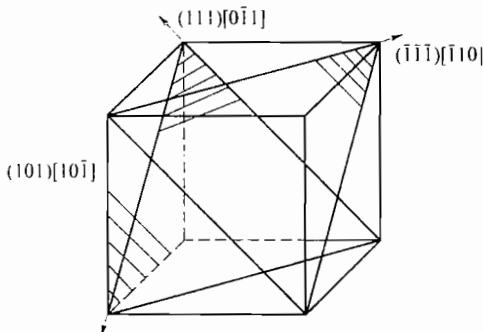

图 22-6 第四题第 1 小题解答图
(1) 如图 22-6 所示，可作滑移面的为 $(\bar{1}\bar{1}\bar{1})$ 和 (111) ，滑移方向为 $[1\bar{1}0]$ 和 $[01\bar{1}]$ ，它们可以构成两组滑移系。
(2) 若外力沿 $[001]$ 方向，仅滑移系 $(111)[0\bar{1}\bar{1}]$ 可以滑移，其中